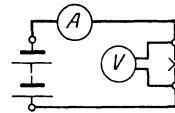

Abb. 7. Widerstandsbestimmung einer Glühlampe im warmen Zustande.
49. Um den Widerstand einer hochkerzigen Metalldrahtlampe im warmen Zustand zu messen, wurde ein Spannungsmesser  $V$  an die Klemmen der Lampe angelegt, ein Strommesser  $A$  in den Lampenstromkreis geschaltet, wie Abb. 7 zeigt, und dabei gemessen:  $U_L = 110$  [220] V,  $J = 1,82$  [7,28] A. Wie groß ist demnach der Widerstand der leuchtenden Lampe?